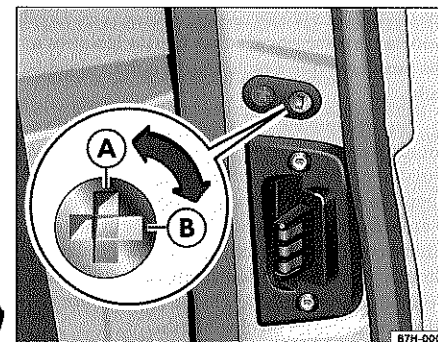
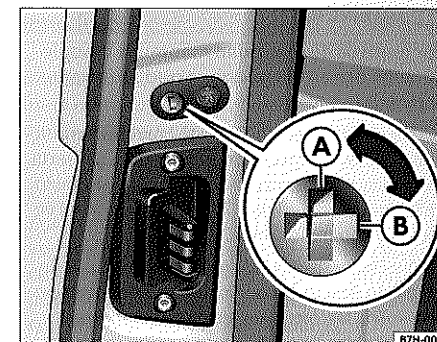

Fig. 25 Seguro para niños de la puerta corrediza izquierda: A desactivado, B activado
Fig. 26 Seguro para niños de la puerta corrediza derecha: A desactivado, B activado
- Gire la cerradura a la posición vertical ⇒ fig. 25 (A) o ⇒ fig. 26 (A).
- Gire la cerradura a la posición horizontal ⇒ fig. 25 (B) o ⇒ fig. 26 (B).